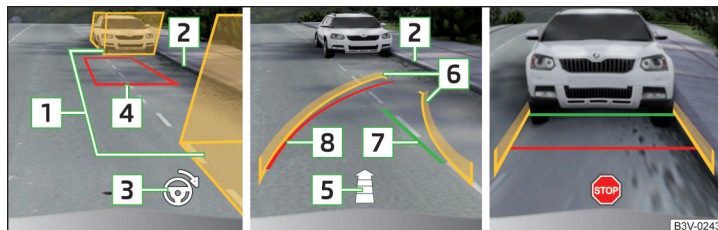

Fig. 265 Affichage à l'écran
- Arrêter le véhicule de façon à ce qu'il n'y ait aucun obstacle dans les espaces entre les champs d'aide **[1]** » fig. 265 et à ce que le champ arrière ne s'étende pas au-delà de la limite latérale de l'espace de stationnement **[2]**.